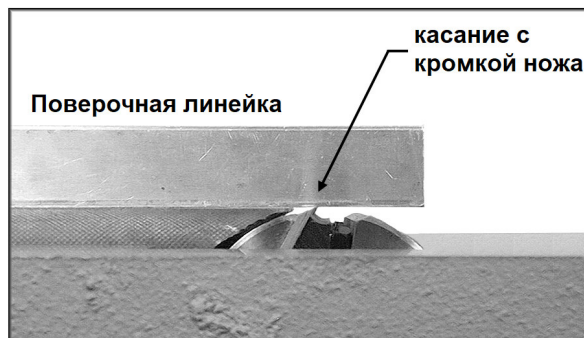

Рис. 24
5. Опускайте стол разгрузки, пока поверочная линейка не коснется ножа, как показано на Рис. 24. Слегка покачайте строгальный вал с помощью ремня, чтобы убедиться, что в высшей точке кромки нож касается линейки.